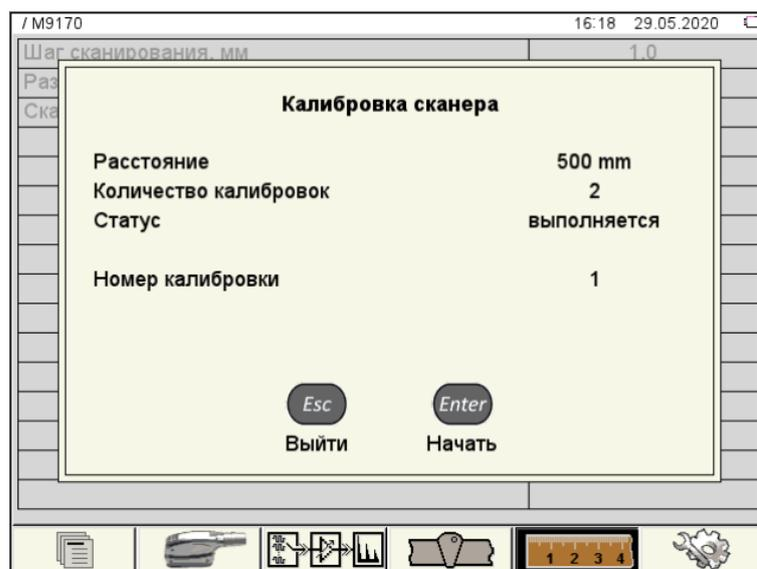

Рисунок 14 – Окно готовности к проведению текущей калибровки
2.3.8 Для запуска калибровки нажать клавишу  (Начать). Откроется окно с информацией о начале процесса калибровки (рисунок 14).